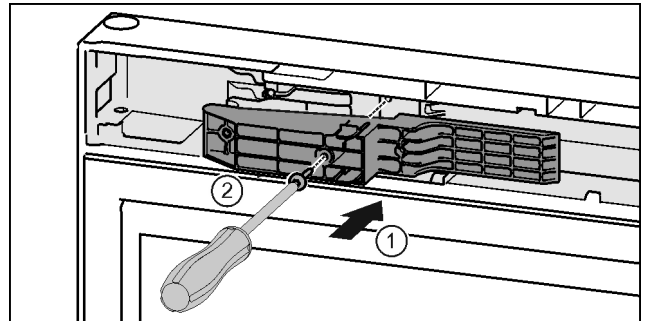

Fig. 48 \*
- ▶ Adapterstück auf der Griffseite in die Aussparung einsetzen. Fig. 48 (1)\*
- ▶ Schrauben mit Schraubendreher T15 festschrauben. Fig. 48 (2)\*